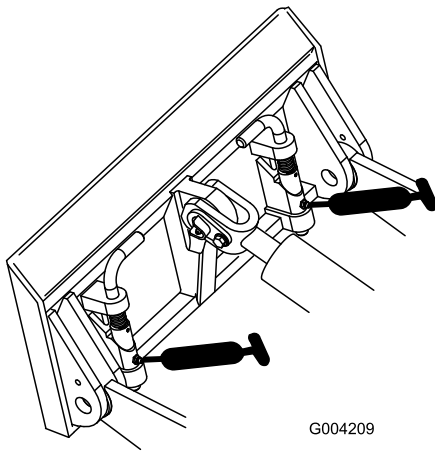
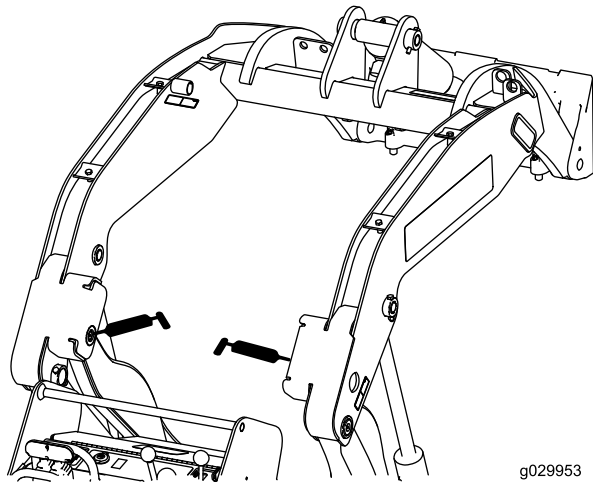

Figure 42
Figure 43
3. Raccordez une pompe à graisse à chaque graisseur (Figure 41, Figure 42 et Figure 43).
**Remarque:** Élevez les bras de la chargeuse avant de graisser les graisseurs ; voir la Figure 43.